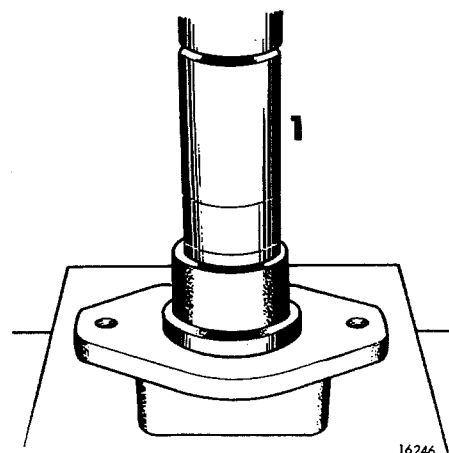

Fig 14-43. Montering av tätningsring
4. Trä på tätningsringen försiktigt med läppen inåt och pressa den på plats enligt fig 14-43.